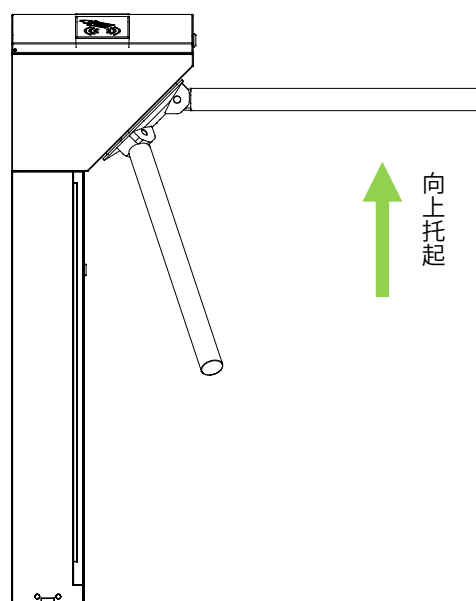

图 2-4
- ① 给本机接上临时测试电缆，输入电源 100V ~ 240V（开关电源出的电压调节）（**注意：必须接地线**）。
- ② 上电 5s 内必须手动起杆，等待闸机完成自检程序。
- ③ 将闸杆手动上杆，如图 2-4 所示。
- ④ 使用双向开关测试闸机是否工作正常，同时检查 LED 指示灯显示是否工作正常。如果一切正常，则可以开始土建安装程序，如发生异常，请联系您的销售商。